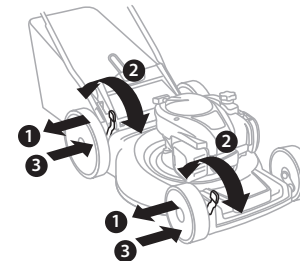

Fig. 8
1. La altura de la cuchilla al suelo se puede ajustar a 6 posiciones de altura desde 1,25 pulgadas a 3,75 pulgadas (Fig.8).